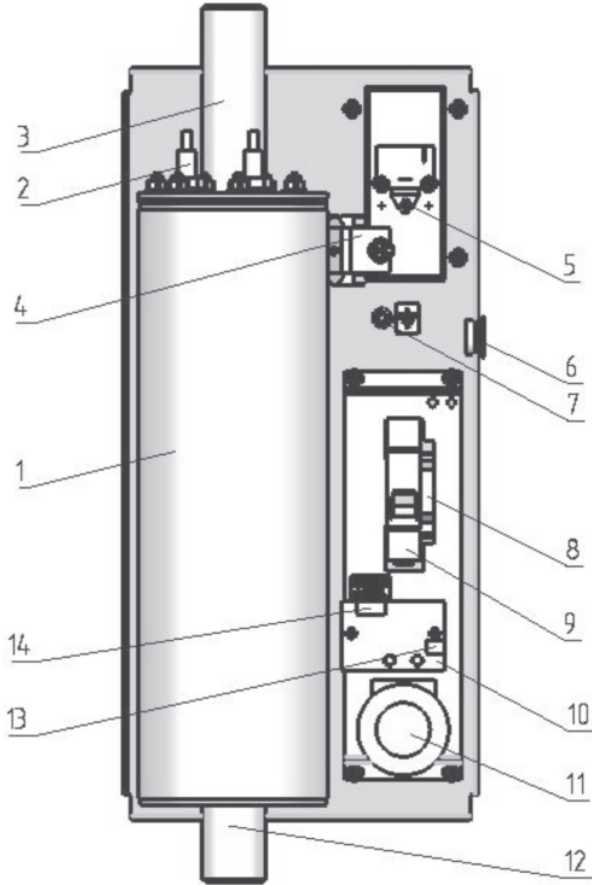

Рис. 1. Устройство электрочла РусНИТ 203М, РусНИТ 204М:
5.1. Отопитель состоит из трёх основных частей: теплообменника (бака), элементов коммутации (симистор и автоматические выключатели) и реле управления и платы индикации, закреплённых на основании и закрытых съёмным кожухом (рис. 1).